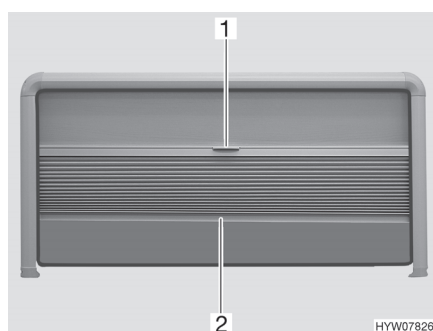

Fig. 13 Tendina oscurante pieghevole e zanzariera a rullo (finestra apribile)
- Afferrare la tendina oscurante pieghevole al centro dell'asta di chiusura (Fig. 13,2) e tirare delicatamente verso il basso.
- Tenere la parte centrale dell'asta di chiusura (Fig. 13,2) della tendina oscurante pieghevole e spingere quest'ultima verso l'alto con cautela.
- Tirare la zanzariera a rullo verso il basso utilizzando la maniglia (Fig. 13,1).
- Spingere la zanzariera a rullo completamente verso l'alto utilizzando la maniglia (Fig. 13,1).